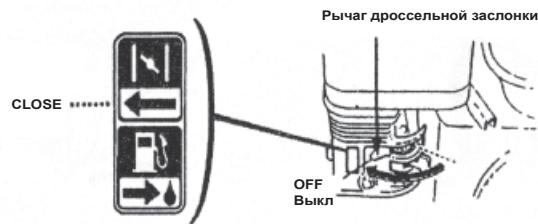

Рис.14
2. Закройте дроссельную заслонку (Установите рычаг в положение «CLOSE» - «Закрыто»). (Рис.14).